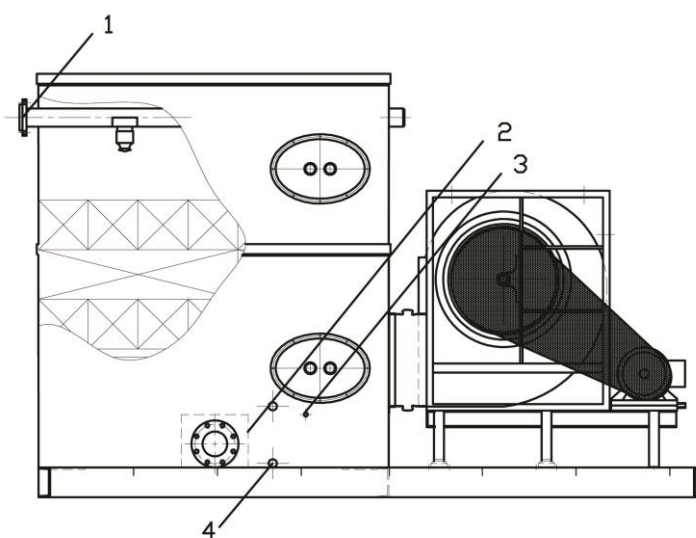

Fig. 8
- a) Raccordement de la tuyauterie d'entrée (fig. 8/1).
- b) Raccordement de la tuyauterie de trop-plein (fig. 8/2).
- c) Raccordement de la tuyauterie d'eau d'appoint de la vanne à flotteur (fig. 8/3).
- e) Raccordement électrique du moteur du ventilateur (selon le schéma de connexion qui est dans la boîte à bornes), valves magnétiques, thermostats, etc. (fig. 8/4).
- f) Branchement de la tuyauterie de vidange (fig. 8/4).